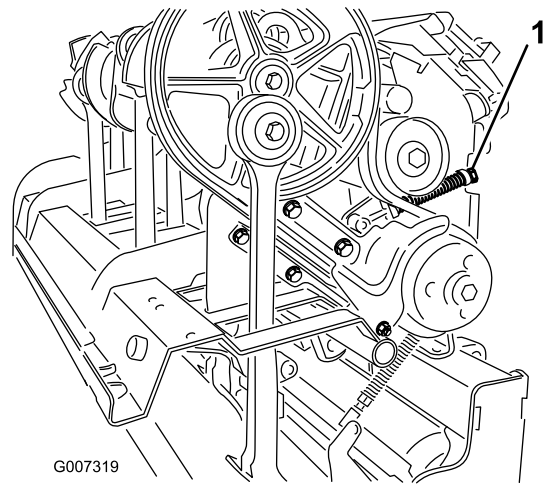

Figura 33
4. Per alleviare la tensione della molla del tenditore, allentate il dado di bloccaggio che assicura la molla di arresto (Figura 33) e ruotate la molla stessa.